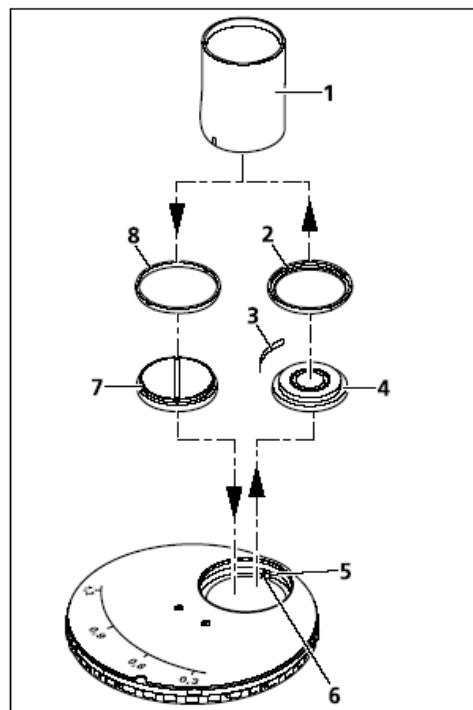

图3-51 安装隙缝光阑
- 使用六角螺丝扳手松开模块转盘的调心螺丝 (图3-51/5)，直到螺丝完全退出中心位置。
- 使用随机工具 (图3-51/1) 松开相衬光阑的压圈 (图3-51/2)。
- 取出相衬光阑 (图3-51/4) 和弹簧片 (图3-51/3)。
- 借助工具 (图3-51/1) 的帮助，把带有凸轮形状的隙缝光阑 (图3-51/7) 插入定位槽中 (图3-51/6)。
- 借助相应的工具 (图3-51/1)，在隙缝光阑上安装压圈 (图3-51/8)。